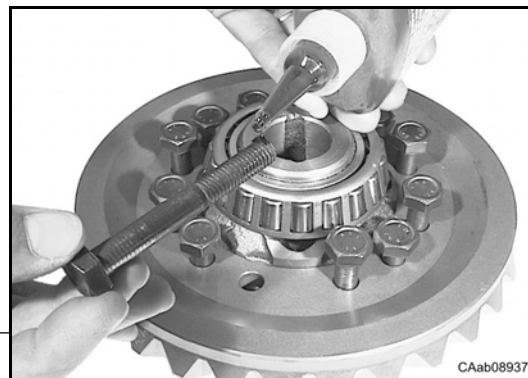

Fig. 14
- Assicurarsi che le parti dove si applicano adesivi e sigillanti siano pulite, asciutte e completamente prive di grasso (Fig. 14).
- *Ensure that parts to be sealed are clean, dry and completely grease free (Fig. 14) in the application area.*